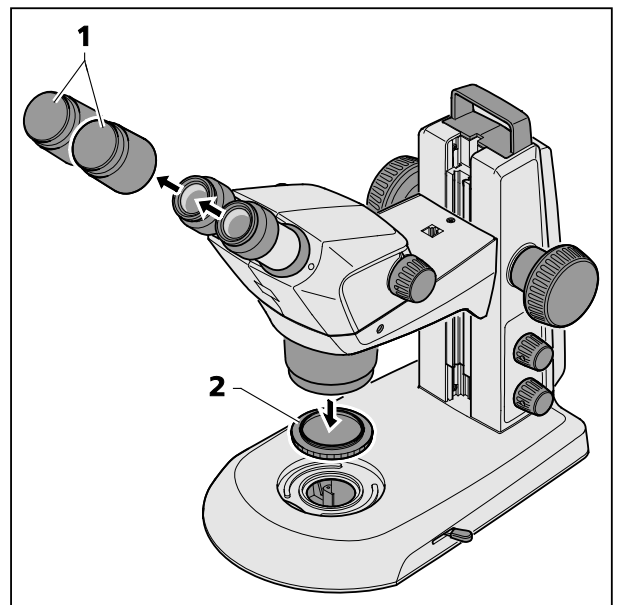

Fig. 9 Togliere i cappucci di protezione
- Togliere i due cappucci di protezione dagli oculari (Fig. 9/1) e svitare il cappuccio dall'obiettivo (Fig. 9/2).